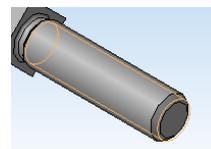

Рис. 28
13.3 Выбрать ребро цилиндра, на котором распложена резьба и нажать кнопку **Создать объект** (см. рис. 28).